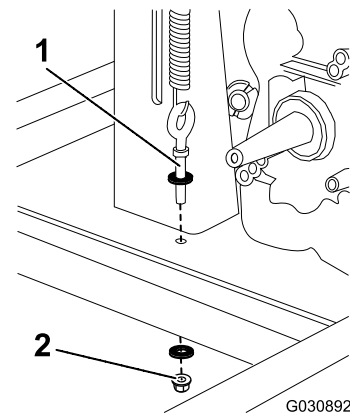
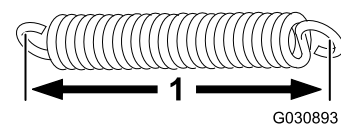

Figure 55
Figure 56
- A. Desserrez l'écrou inférieur sur le boulon à œil et vissez-le jusqu'au bout du boulon (Figure 55).
4. Mesurez le ressort de l'intérieur du crochet à l'intérieur du crochet ; voir Figure 56. Remplacez le ressort s'il s'étire à plus de 8,9 cm.
5. Pour augmenter la tension du ressort et donc augmenter la tension de la courroie, réduisez la hauteur du boulon à œil en desserrant l'écrou supérieur et en serrant l'écrou inférieur (Figure 55 et Figure 56).